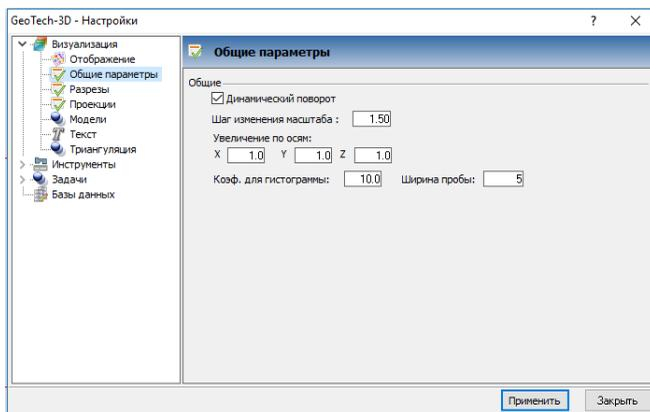

Рис. 12.2. Закладка **Общие параметры**
- Закладка **Общие параметры** содержит (рис. 12.2):